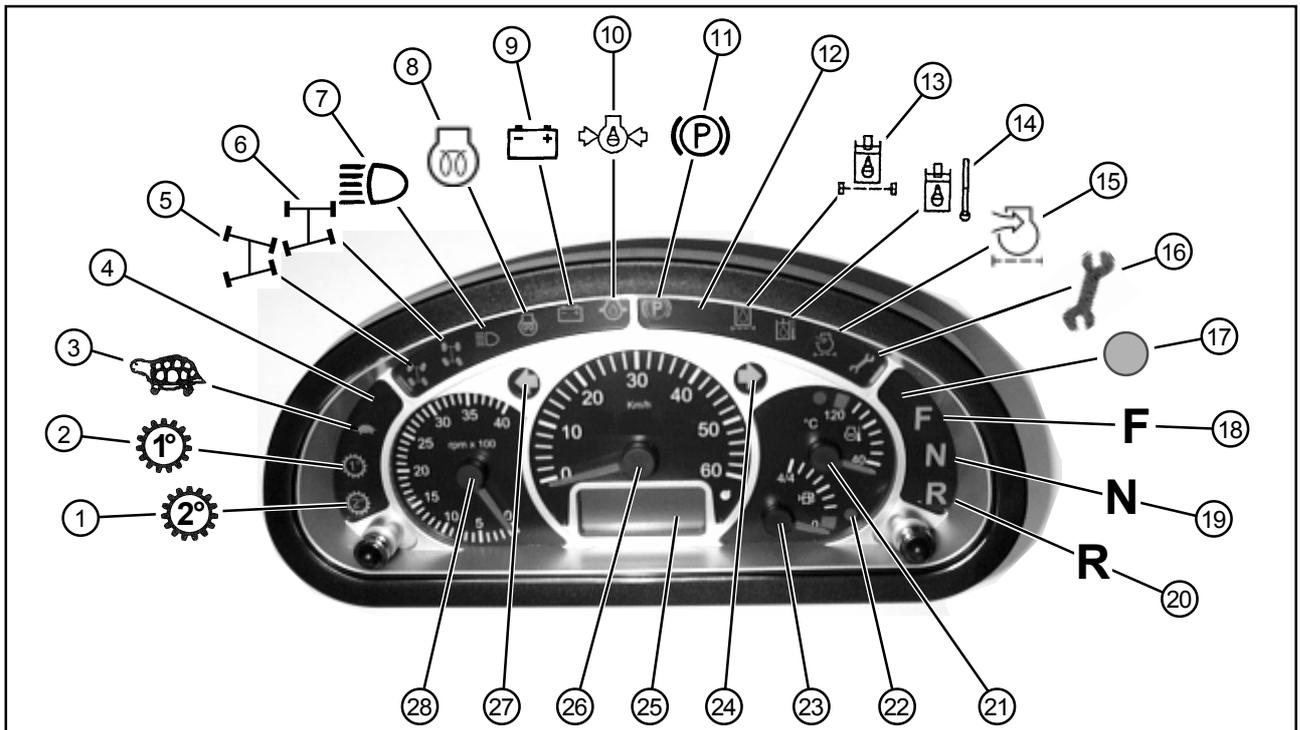

Bild 4-14
- 1 - Multifunktionspanel (siehe Kapitel 4.4.1 Bild 4-14)
- 2 - Kippschalter für Rundumkennleuchte (SA)